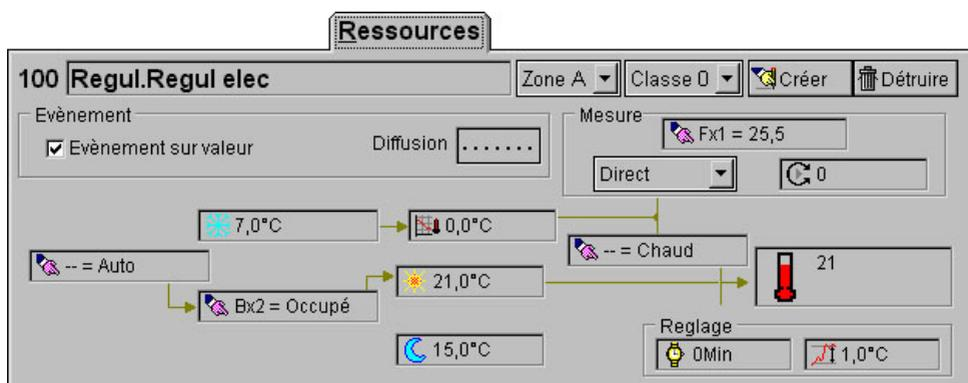

Figure 2.74 :
- Lien Auto/Veille : cette variable sert à informer la ressource sur le mode de fonctionnement Automatique ou Veille de la régulation (figure 2.74).